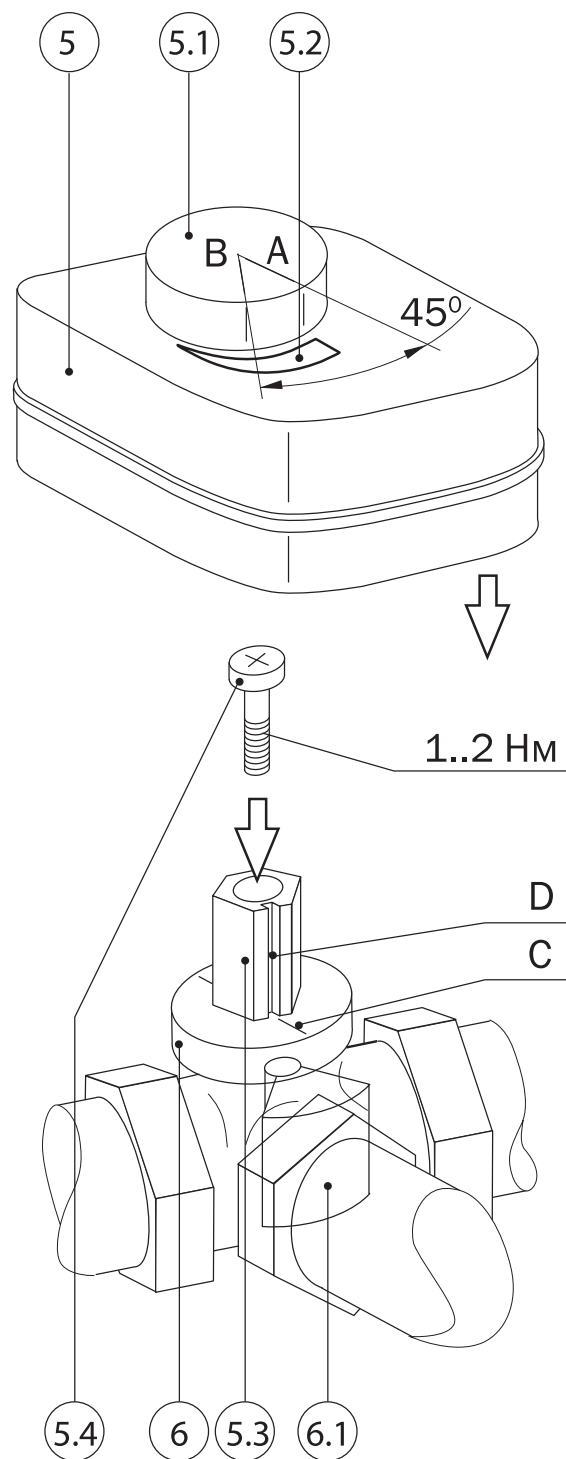

Рисунок 8. Схема проверки установки сервопривода трехходового вентиля:
1. Преодолевая сопротивление фиксатора, вынуть ручку (5.1 на рис. 8) из корпуса привода (5). У привода ARA 559 утопленная ручка поддевается плоской отверткой через специальную выемку в корпусе.
3. Поворотом адаптера выставить положение перекрытия ветви подмеса кулачком (6.1) трехходового вентиля (6). При этом прорезь D на адаптере должна совмещаться с риской C на фланце вентиля со стороны ветви подмеса.
5. Надеть корпус привода (5) на адаптер (5.3) до плотной посадки в гнездо фланца вентиля (6), не сдвигая ручки (5.1), и зафиксировать его винтом (5.4).
6. Повернуть ручку (5.1), надавливая на нее, до положения B (45° по стрелке на рисунке): ручка должна утопиться в рабочее положение на метке B. При этом кулачок (6.1) займет среднее положение, открыв все каналы вентиля (6) – привод готов к работе.